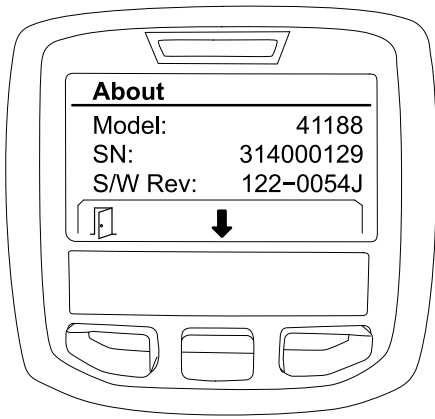

Figura 37
2. Utilice el botón de selección central para desplazarse hasta los elementos de la pantalla About (Acerca de) (Figura 37).